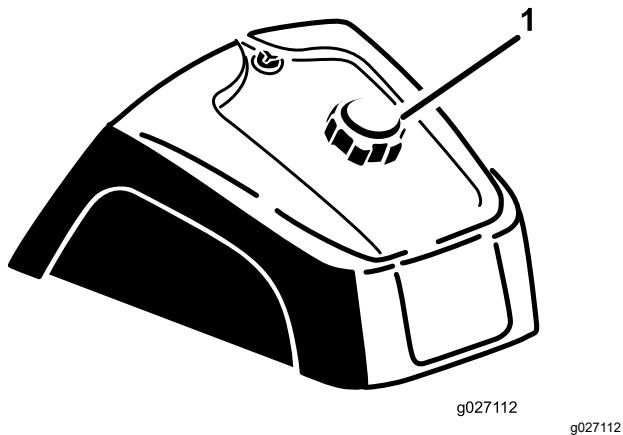

Figura 15
1. Limpie la zona alrededor del tapón del depósito de combustible (Figura 15).